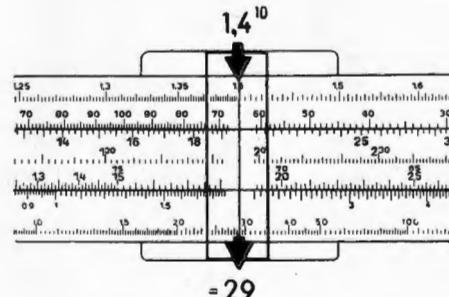

Bild 29
a) $1,4^{10} = 29$ (siehe Bild 29)